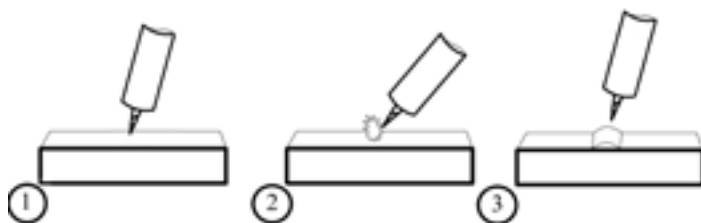

Рис. 6.8. Поджиг касанием.
**Lift TIG** - возбуждение дуги путем касания вольфрамового электрода о поверхность свариваемого металла (см. рис. 6.8).